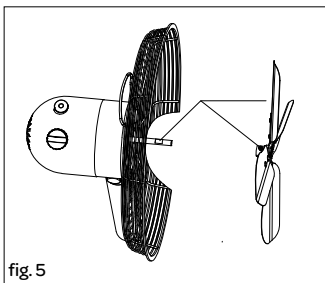

fig. 5
6. Insérez l'hélice du ventilateur sur l'arbre du moteur et vissez-la à l'extrémité à l'aide d'un tournevis - fig. 5. Testez l'hélice la faisant tourner à la main. Durant la rotation, l'hélice ne doit provoquer aucun frottement avec la cage de protection.